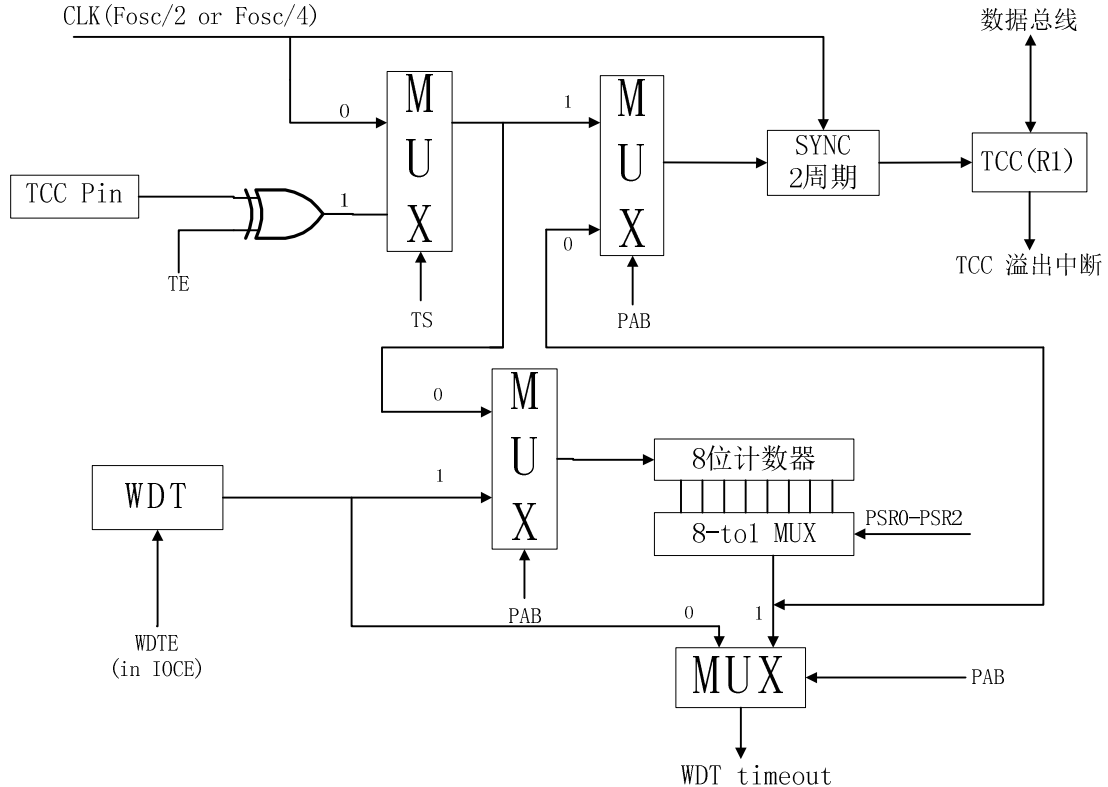

图 5 TCC 及 WDT 模块示意图
设置预分频比。在 TCC 模式下，每次向 TCC 寄存器写入值都会刷新 TCC 计数器。在 WDT 模式下，看门狗定时器由“WDTC”指令清零。图 5 是了 TCC/WDT 模块示意图
- R1 (TCC) 为 8 位定时器/计数器。TCC 时钟源可为内部时钟或外部时钟（由 TCC 引脚输入，触发沿可选择）。如果是内部时钟，每个指令周期 TCC 加 1（无预分频器）。由图 5 可知，指令周期是 2 个还是 4 个时钟周期由选择寄存器 CLKS 位决定。CLKS=0 则 CLK=Fosc/2, CLKS=1 则 CLK= Fosc/4.如果是外部时钟，则 TCC 由外部信号边沿触发